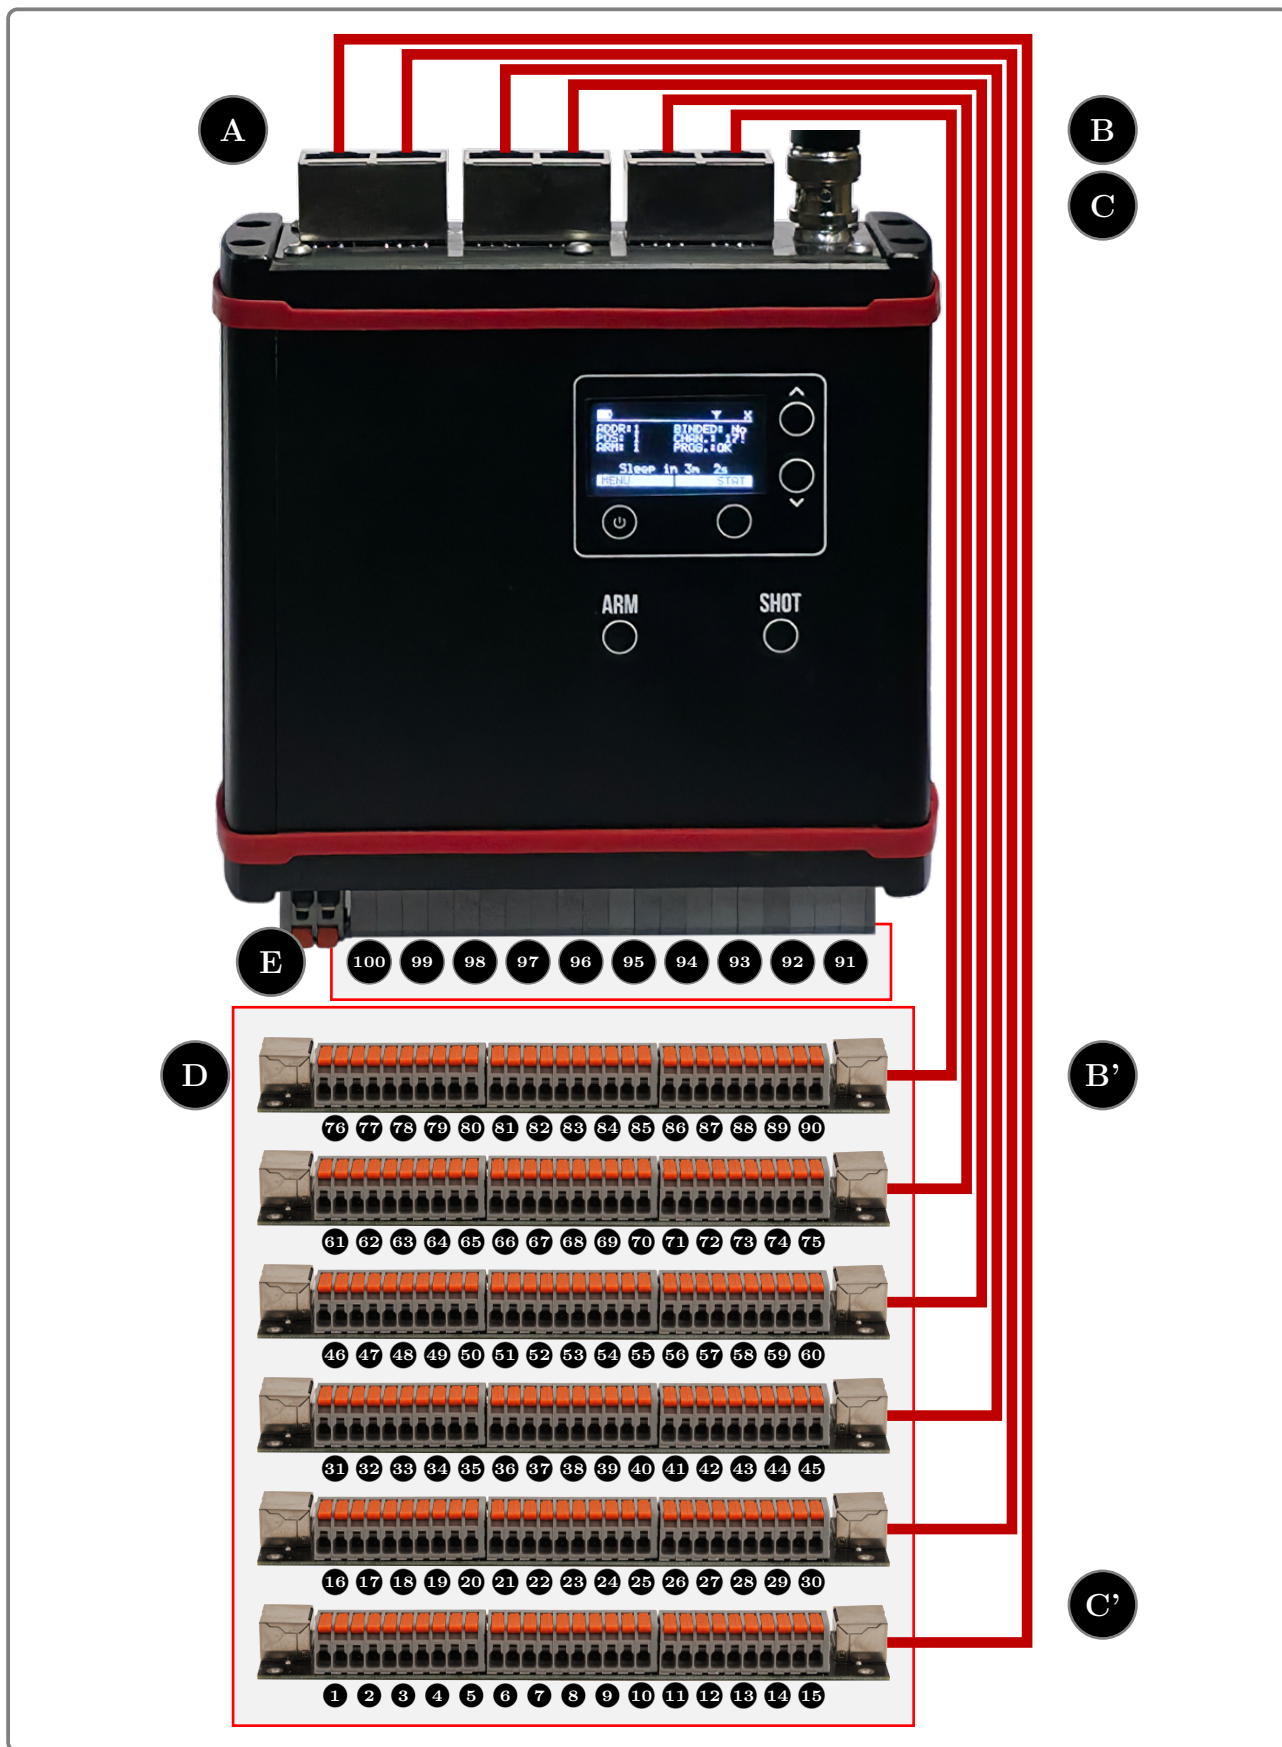

图 9: 配备扩展板的接收器，支持多达 100 个通道
SBOX-100 接收器可通过专用接口 (B) 和 (C) (参见图 图 9) 连接 6 块扩展板 (D), 从而将外部可控通道从 10 个增加至 100 个。
设备底部端子排上的通道 (参见图 图 9 (E)) 始终从设备配置中设置地址编号的偏移量 90 开始, 分配地址 91 至 100。
当向接收器连接最多 6 块扩展板时（参见图 图 9），接收器的地址空间将增加至 100 个地址。